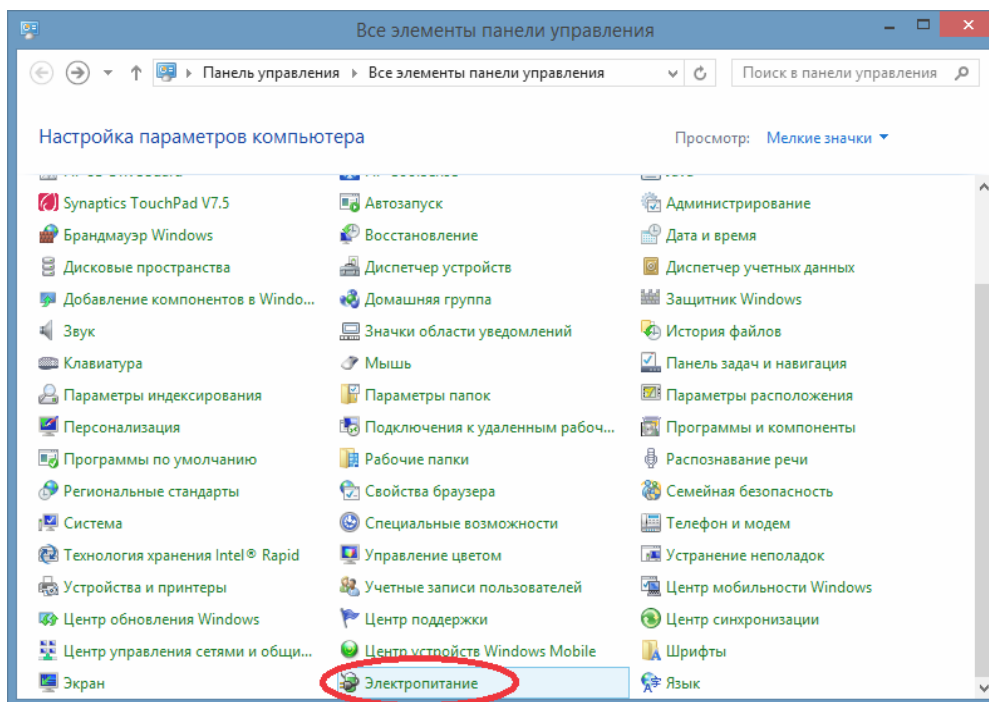

Рисунок 10
1) открыть «Панель управления Windows» и выбрать пункт «Электропитание» (рисунок 10);